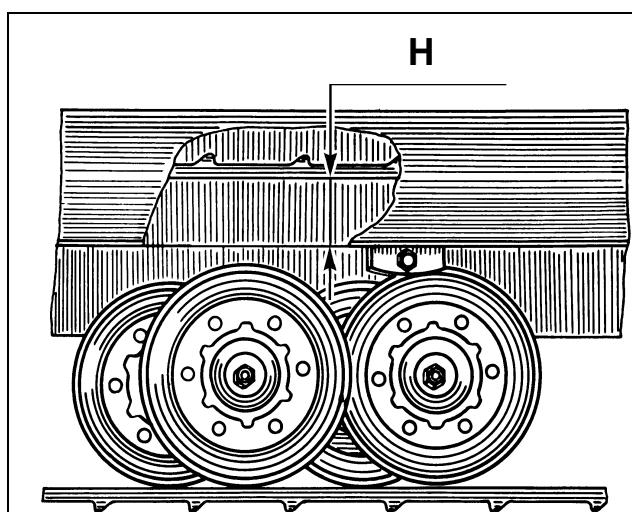

Рисунок 28 – Регулировка натяжения гусениц
– проверьте натяжение гусениц. Для снегоходов БУРАН А, АЕ расстояние Н (рисунок 28) между внутренней поверхностью верхней ветви гусеницы и нижней поверхностью угольника рамы у второго кронштейна крепления катков балансиров впереди по ходу снегохода должно быть 55...65 мм, а для снегоходов БУРАН АД, АДЕ – 60...70 мм.